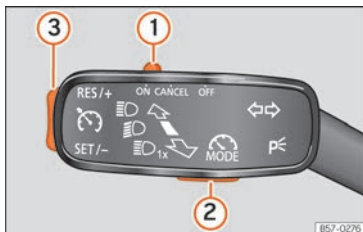

Fig. 229 A sinistra del piantone dello sterzo: comando e tasti per l'uso del regolatore di velocità.
»» fig. 229 (1) della leva degli indicatori di direzione in posizione **CANCEL**, porre la terza leva nel punto di pressione **CANCEL** o premere il tasto (2) di qualsiasi leva.